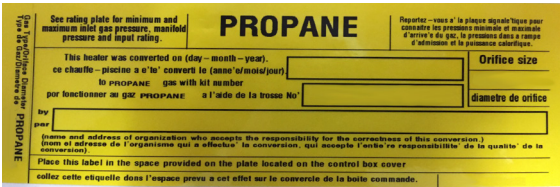

Figura 10.
17. Si la combustión es adecuada y el análisis del escape está dentro del rango, complete la conversión colocando la placa de conversión y la etiqueta. Consulte la figura 10.